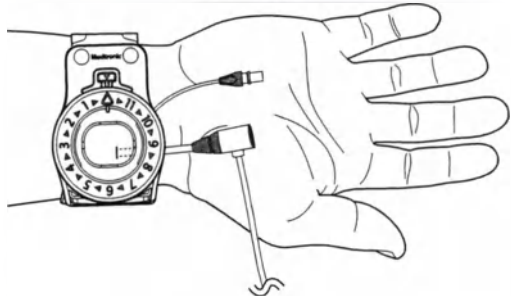
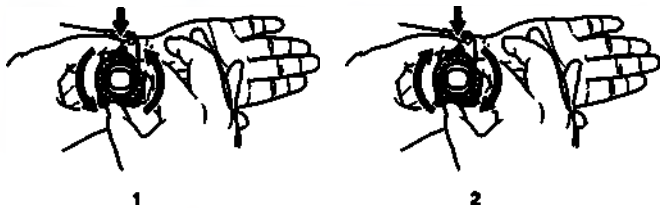

图 2. 放置闭合带。
图 3. 使用表盘调整压力。
3. 将闭合带放在手腕上，使穿刺部位通过透明窗口可见，表盘中心与动脉切口对齐 (图 2)。
1. 若要减小穿刺部位压力，请用一只手按表盘锁，同时用另一只手逆时针旋转表盘 (图 3，详图 1)。若要增加穿刺部位压力，请用一只手按表盘锁，同时用另一只手顺时针旋转表盘 (图 3，详图 2)。